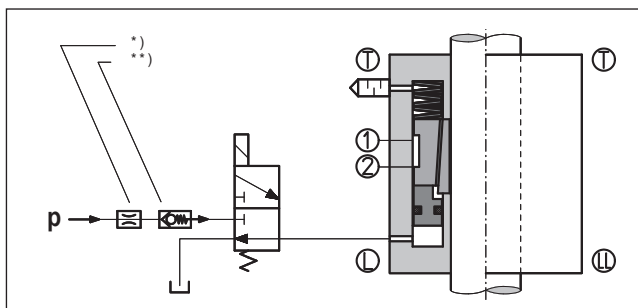

図5:油圧配管の概略図
6ページ図5「油圧配管の概略図」の油圧回路を参考に配管していただければ、ほとんどのアプリケーションにてご使用いただけます。ロッキングユニットKFHRのクランプ・アンクランプは、3/2方向制御弁にてコントロールできます。ポートLへ加圧するとアンクランプ状態になり、ポートLから減圧するとクランプ状態になります。停電時や機械が緊急停止した時は、ロッキングユニットが直ちに作動し、ロッドをクランプし制止します。圧力回路が遮断した場合でも、ロッキングユニットは同様に作動します。
- * ロッキングユニットへの圧力供給時に、インパクトノイズが発生した場合は、図5のp-ラインにあるフローコントロールバルブを調整することで解消できることがあります。
- ** 圧力が一定でない（ダウンストロークに切り替わる時に圧力が低下するなど）場合、図5のp-ラインにチェックバルブ（逆止弁）の配置を推奨いたします。